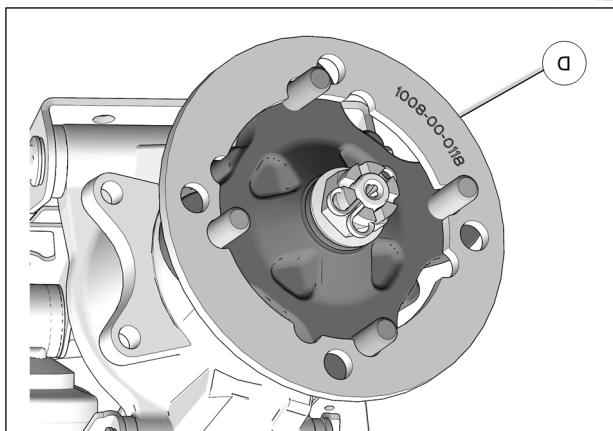

Fig. 9
8. Installer les espacers d'essieu (D) sur les moyeux arrière. Voir la Fig. 9